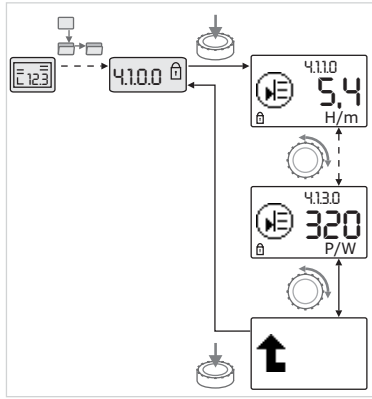

fig. 34: Hämta information
- Välj menyelement av typen "Information" för aktuell undermeny genom att vrida på den röda knappen (se fig. 34). För betydelsen av inställningarna med symboler, se tabellen i kapitel 8.7 "Referens menyelement" på sidan 24.